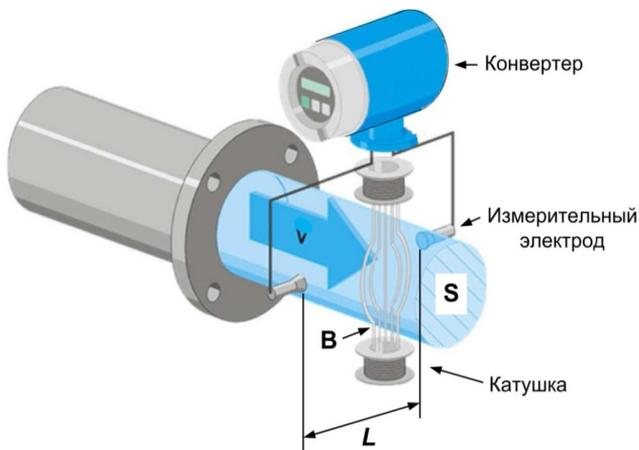

Рисунок 3.1 – Пояснение работы электромагнитного сенсора (расстояние между концами измерительных электродов соответствует диаметру трубы:  $L = Dn$ )
3.2.2 Работа сенсора расходомера основана на законе электромагнитной индукции Фарадея, согласно которому в проводнике, движущемся в магнитном поле, наводится ЭДС. Роль движущегося проводника в проточной части сенсора выполняет электропроводящая жидкость, магнитное поле создается катушками, а ЭДС снимается с измерительных электродов. Измеряемая ЭДС пропорциональна средней скорости ( $v$ ) потока в трубопроводе, а при известном сечении – объемному расходу, рисунок 3.1.